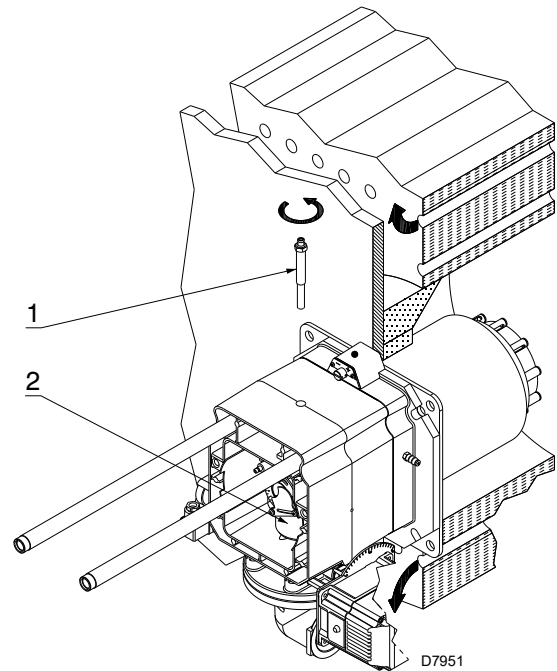

Abb. 14
- die Schraube 1) (Abb. 14) entfernt werden;
- der interne Teil 2) (Abb. 14) des Kopfs herausgezogen und die entsprechende Einstellung vorgenommen werden.
An dieser Stelle der Installation ist der Flammkopf am Kessel wie in Abb. 14 angebracht. Seine Einstellung ist somit äußerst einfach, die allein von der maximalen Leistung des Brenners abhängig ist.